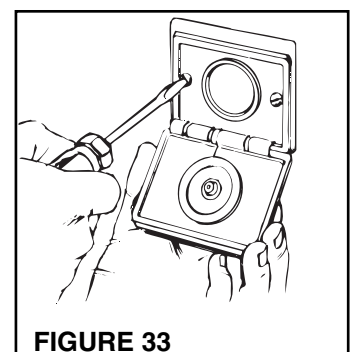

FIGURE 33
10. Insérez la prise murale dans le support et fixez-la avec les deux vis fournies (Figure 33).